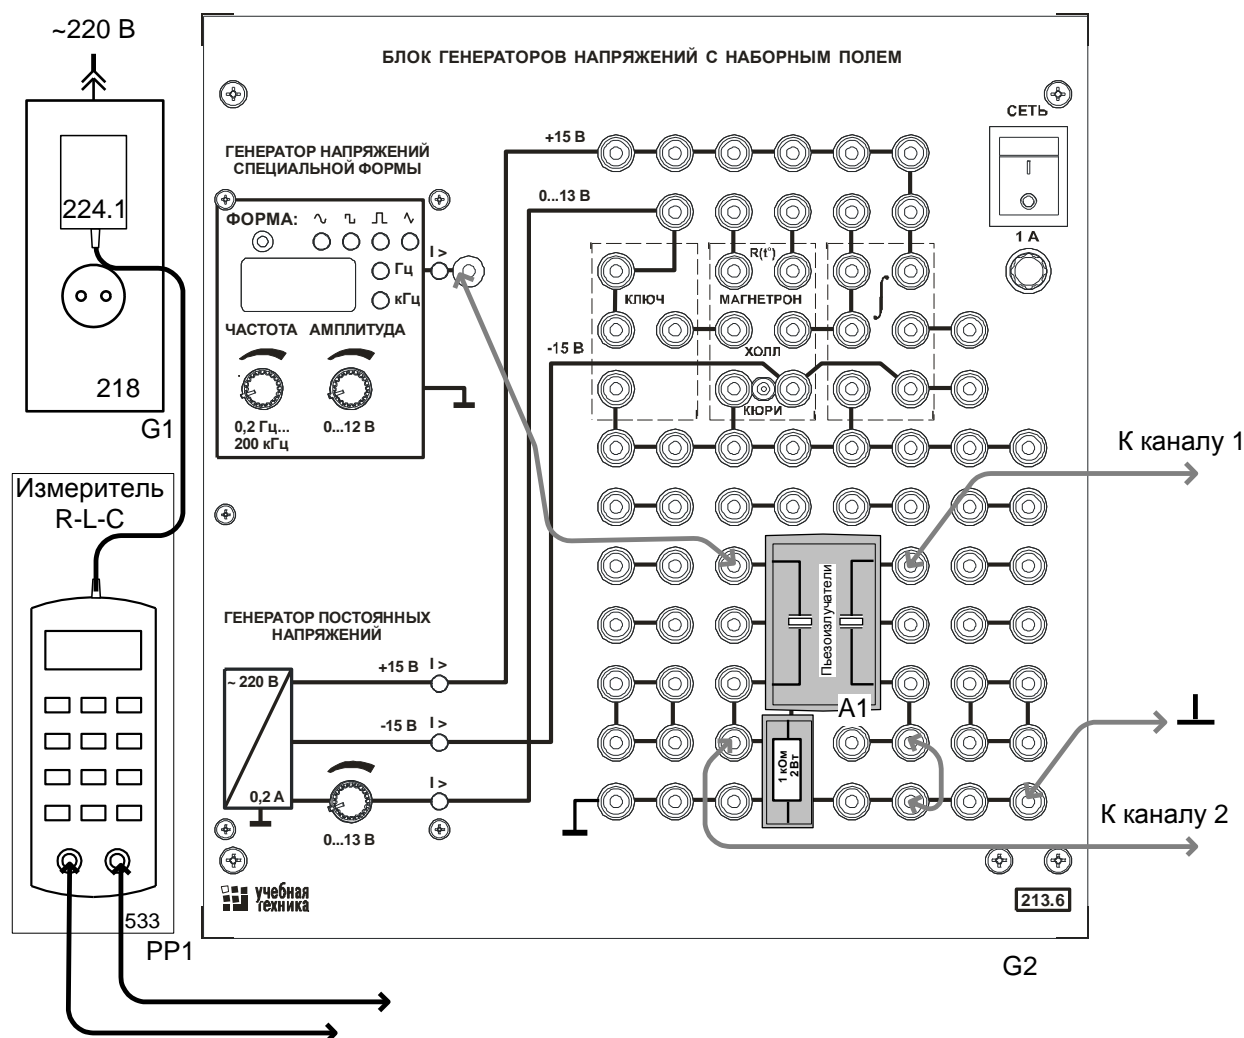

Рис. 3.5.1 Схема соединений для демонстрации прямого и обратного пьезоэффекта
Схема опытной установки изображена на рис. 3.5.1.
- Подключите блок питания 224.1 к разъему на верхней стороне корпуса прибора E7-22. Вилку блока питания подключите к свободной розетке однофазного источника питания (218).
- Соедините аппаратуру в соответствии со схемой электрической соединений (рис. 3.5.1). *При подключении осциллографа аттенюаторы пробников-делителей установите в положение x1. Для подключения пробников-делителей к цепи используйте подпружиненные штыри из комплекта аксессуаров.*